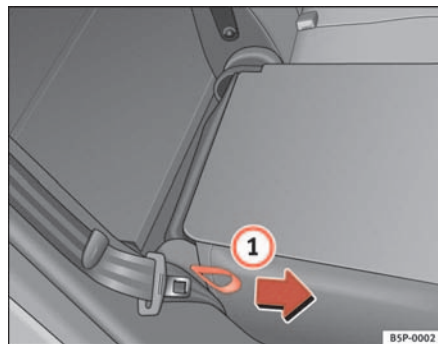

Fig. 97 Rebater ou levantar o encosto dos bancos traseiros
- Puxar a pega que se encontra na parte lateral do banco ⇒ fig. 97 ① e.